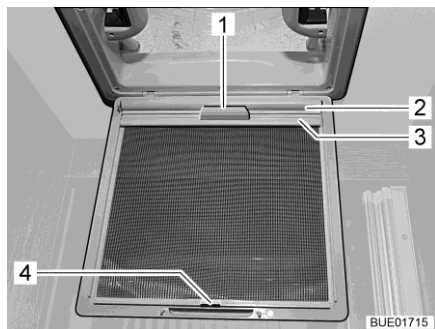

Fig. 114 Oscurante a rullo (oblò)
- Tirare l'oscurante a rullo (Fig. 114,2) utilizzando la maniglia (Fig. 114,1) e agganciare il listello di supporto (Fig. 114,3) ai ganci (Fig. 114,4) sulla protezione contro gli insetti.
- Staccare il listello di supporto (Fig. 114,3) dai ganci (Fig. 114,4) e ricondurre lentamente l'oscurante a rullo (Fig. 114,2) utilizzando la maniglia (Fig. 114,1).